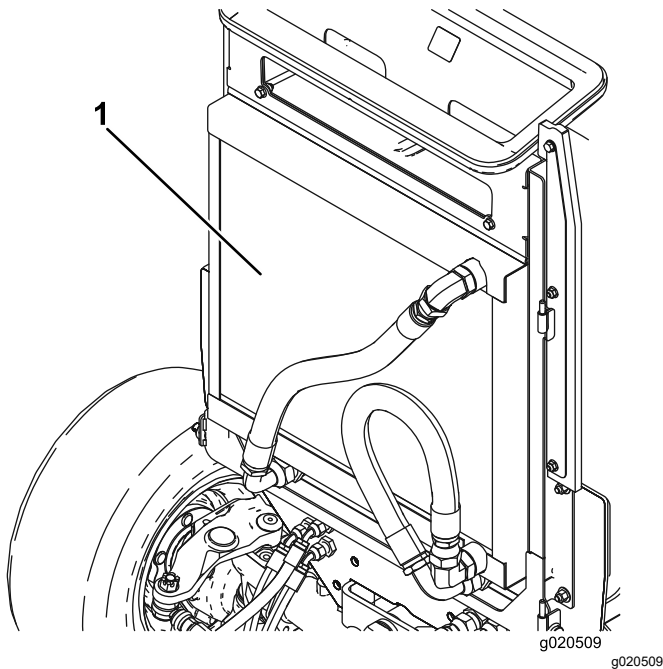

Bild 113
4. Reinigen Sie beide Seiten des Ölkühlers und des Kühlers gründlich mit Druckluft (Bild 113).